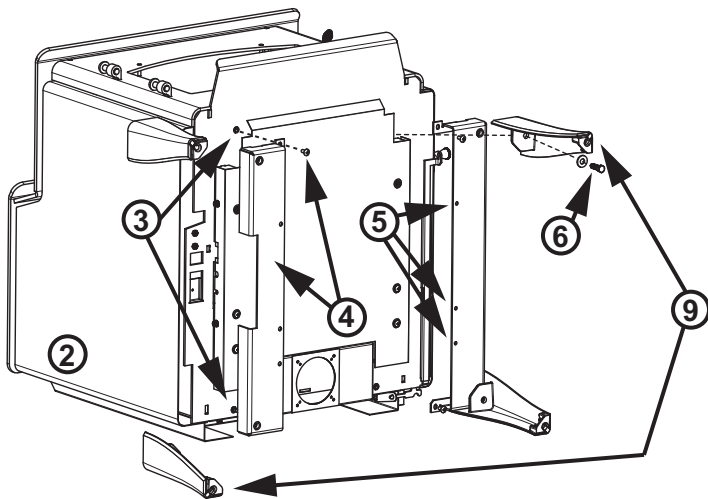

Figure 25.1
3. Retirez les quatre vis de l'appareil (**Figure 25.1**).
**REMARQUE :** Il y a un sens droit et gauche d'installation des pieds (**Figure 25.1**).
5. Installez six vis au bas des supports de pieds (**Figure 25.1**).
**REMARQUE :** Les pieds comportant un boulons de mise à niveau doivent être aux coins opposés de l'appareil - un à l'avant et un à l'arrière (**Figure 25.1**).